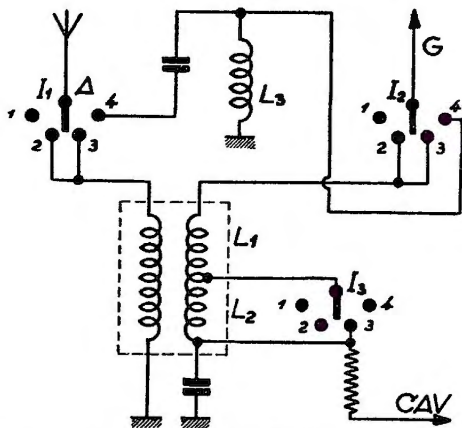
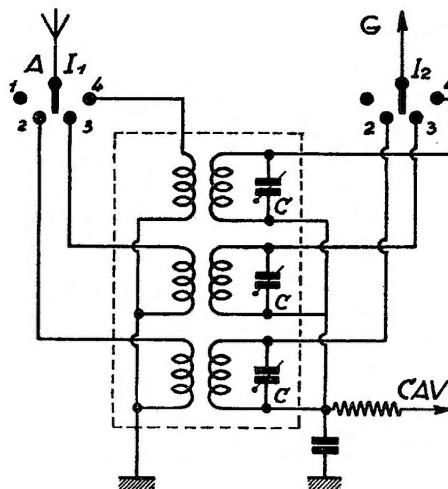

FIG. 1. — Schéma des commutations d'un bloc d'accord type « français ».
FIG. 2. — Schéma des commutations d'un bloc d'accord type « américain ».
**Bobinage d'accord.** — Il y a deux façons de le faire : la manière la plus souvent utilisée en France et qui consiste à court-circuiter la partie inutilisée d'un enroulement (fig. 1) et la manière inspirée de la technique américaine où chaque gamme de réception utilise un bobinage séparé (fig. 2).
Le premier travail que nous aurons à faire sur notre schéma de principe, c'est de redessiner toute la partie « accord » en nous inspirant soit de la figure 1, soit de la figure 2. Notre préférence personnelle va au système américain pour deux raisons. D'abord parce que la commutation des bobinages est beaucoup plus simple, donc économie dans l'inverseur et réduction des connexions ; ensuite parce que la disposition de la figure 2 permet un alignement beaucoup plus précis.
En effet, le trimmer de la section correspondante du condensateur variable est commun aux trois gammes dans le cas de la figure 1, tandis que les Américains accordent séparément chaque circuit.
numérotant les cosses de la galette en correspondance avec les figures 1 et 2 nous établirons très facilement les connexions nécessaires.
Il est possible d'adopter les trimmers séparés pour chaque circuit de la figure 1. Il suffit pour cela d'enlever le trimmer de la section correspondante du condensateur variable et de brancher en parallèle sur chacun des enroulements  $L_1$ ,  $L_2$  et  $L_3$ , un petit condensateur ajustable de  $50 \mu\mu\text{F}$ .